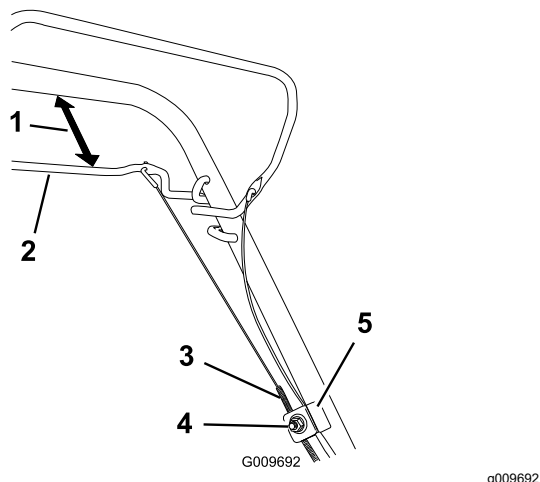

Figura 23
1. Slăbii piulia care susine cablul (Figura 23).
2. inei bara pentru propulsia automată la o distanță de 25 - 38 mm de mâner (Figura 23).
3. Tragei mantaua cablului în jos (către maină) până când cablul nu mai joacă (Figura 23).